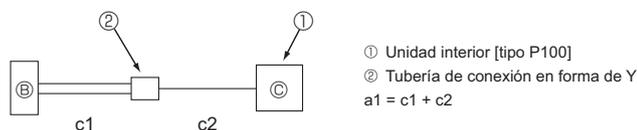

Fig. 5-2
*1 Aunque se utilizan dos tubos de refrigerante entre la caja de derivación y la tubería de conexión en forma de Y al conectar la unidad interior P100, para calcular las longitudes de las tuberías use solo la longitud de un tubo. (Fig. 5-2)